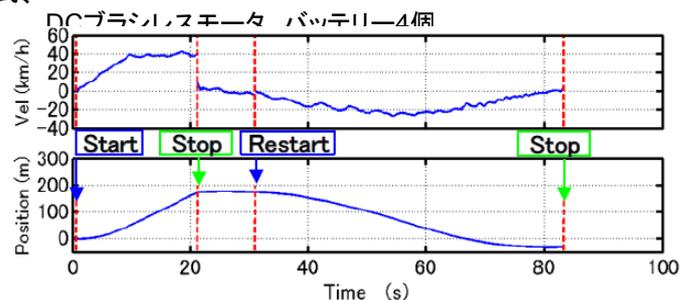

図3 昇降トライアル(200 m)時の速度と位置の解析結果
- 200 m走行時: 上昇22秒、最高地点で停止9秒、下降54秒、合計85秒の昇降を実現(図3)。